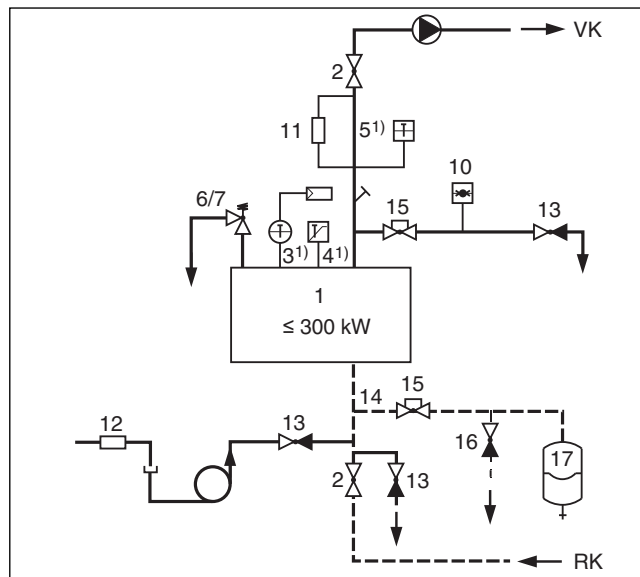

Рис. 37 Приборы безопасности по EN 12828 для котла ≤ 300 кВт с STB $\leq 110^\circ\text{C}$ (прямой нагрев)
- 1) (рис. 37 и 38) базовая комплектация системы управления котла: максимально достигаемая температура подающей линии в сочетании с системами управления Logamatic примерно на 18 K ниже температуры отключения (STB).
Пояснения к рис. 37 и 38: